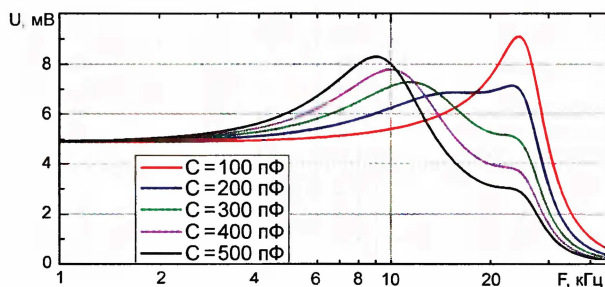

Рис. 5,а
ловый" резонансный эффект, но вместо этого на АЧХ проявится электрический резонанс недостаточно демпфированного колебательного контура, а на переходной характеристике появятся выбросы. На рис. 5,а показаны рассчитанные АЧХ сигнала на входе корректора с  $R_{вх} = 47$  кОм для разных значений входной емкости при подключении ГЗ OM-10, а на рис. 5,б — экспериментальная АЧХ с выхода корректора со стандартными цепями коррекции с головкой OM-10 на входе,  $R_{вх} = 47$  кОм,  $C_{вх} = 350$  пФ. Видно возникновение резонансного горба в районе 10 кГц, демонстрирующего хорошее согласие эксперимента с расчетом. С учетом этого, оптимальной с точки зрения равномерности АЧХ для ГЗ OM-10 будет емкость около 210 пФ. Учитывая влияние механических свойств и паразитных параметров ГЗ на АЧХ в области ВЧ, нельзя согласиться с выводом "чем меньше  $C_{вх}$ , тем лучше", сделанным в [10] и основанным только на рассмотрении выражения (1) без учета других факторов.